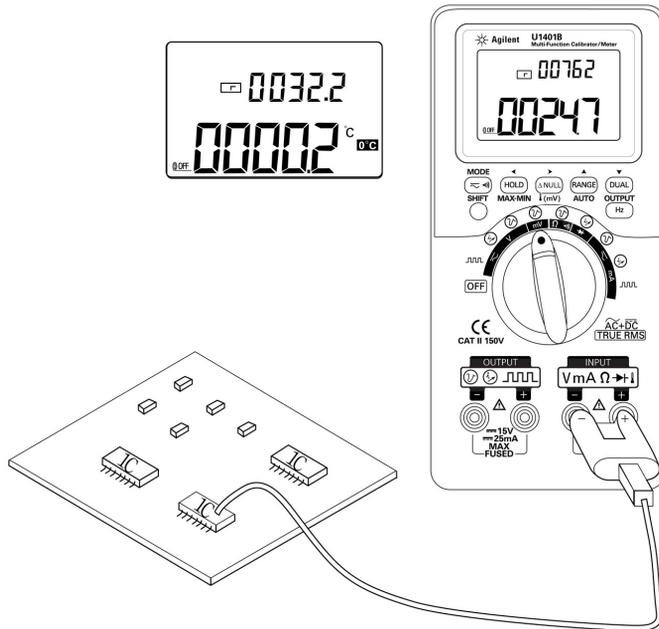

Figura 3-4 Misurazione della temperatura della superficie
- 4 Collegare l'adattatore per termocoppia (con la sonda a termocoppia collegata) ai terminali di ingresso positivo e negativo (Figura 3-4 a pagina 53).